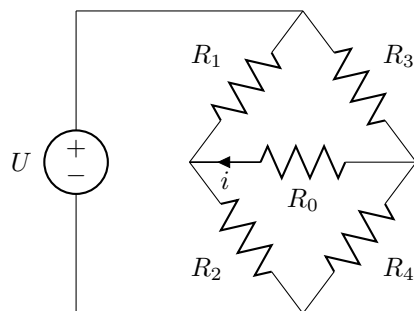

Figura 3.14: Red del problema 20.
20. La red de la figura 3.14 se conoce con el nombre de puente de Wheatstone. Dicho puente se dice que se encuentra en estado de equilibrio cuando el valor de las resistencias es tal que la corriente  $i$  en la rama central es nula. ¿Qué relación debe existir entre  $R_1$ ,  $R_2$ ,  $R_3$  y  $R_4$  para que  $i$  sea igual a cero?